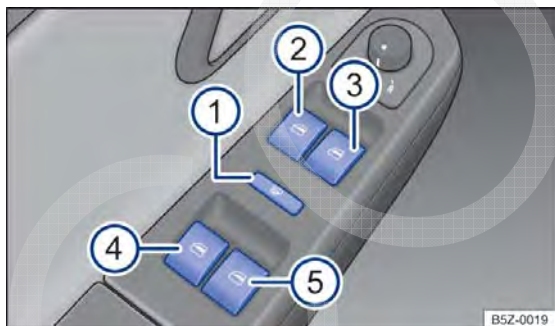

Fig. 33 Na porta do condutor: teclas dos vidros elétricos dianteiros.
Legenda para → Fig. 33:
A tecla de segurança → Fig. 33 ① desativa as teclas dos vidros elétricos nas portas traseiras. Com isso, a luz de controle amarela na tecla se acende.